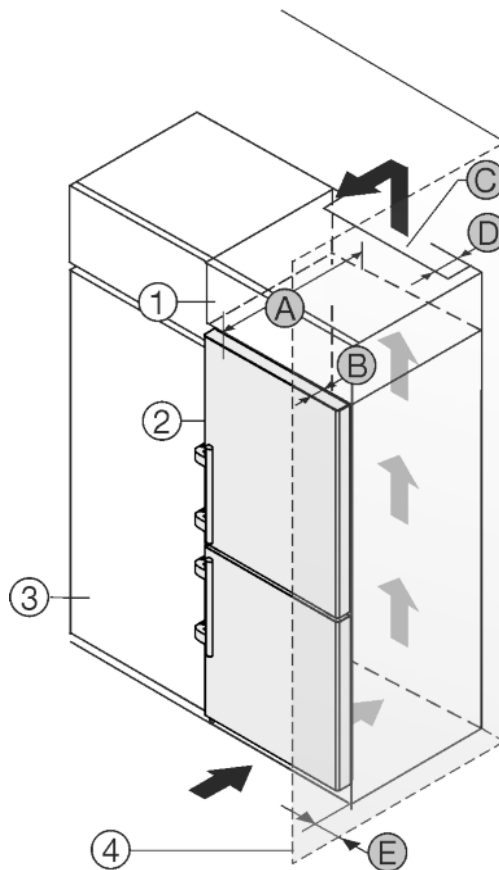

Fig. 47
Spotřebič lze zabudovat do kuchyňských skříní. K vyrovnání spotřebiče Fig. 47 (2) na výšku kuchyňské linky lze na přístroj nasadit nástavec Fig. 47 (1).
Spotřebič lze instalovat přímo vedle kuchyňské skříňky *Fig. 47 (3)*. Aby bylo možné dvířka plně otevřít, musí spotřebič přesahovat o hloubku *Fig. 47 (B)* vůči přední linii kuchyňské skříňky. V závislosti na hloubce kuchyňských linek a použití vymezovačů odstup od stěny může spotřebič vyčnívat dále.
- Na zadní straně skříňky nástavce musí být větrací šachta hluboká alespoň hloubku *Fig. 47 (D)* mm přes celou šířku nástavce skříňky.
- Pod stropem místnosti musí být dodržen ventilační průřez *Fig. 47 (C)*.
Pokud je spotřebič se závěsy instalován vedle stěny *Fig. 47 (4)*, musí být dodržena vzdálenost *Fig. 47 (E)* mezi spotřebičem a stěnou. To odpovídá přesahu madla při otevřených dveřích.